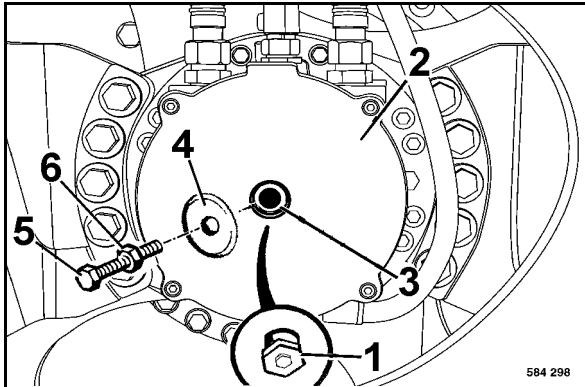

fig. 111
- Dévisser le bouchon fileté 1 (fig. 111) pour desserrer le frein du moteur de bandage *.
- Placer le disque de serrage (4) sur le carter de frein (2) et visser la vis M16 (5) jusqu'en butée dans le taraudage (3).
- Visser l'écrou (6) et serrer d'env. un tour. Le bandage doit tourner librement.